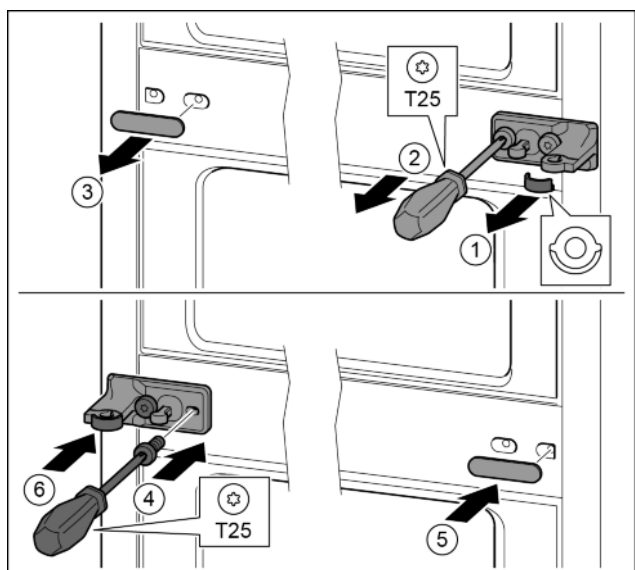

Fig. 15
- ▶ Scheibe abziehen. Fig. 15 (1)
- ▶ Schrauben mit Schraubendreher T25 herausdrehen. *Fig. 15 (2)*
- ▶ Abdeckung vorsichtig abziehen. *Fig. 15 (3)*
- ▶ Lagerbock mit Folie um 180° gedreht auf der anderen Seite fest anschrauben. *Fig. 15 (4)*
- ▶ Abdeckung um 180° gedreht auf der anderen Seite anbringen. *Fig. 15 (5)*
- ▶ Scheibe von vorn aufschieben. *Fig. 15 (6)*